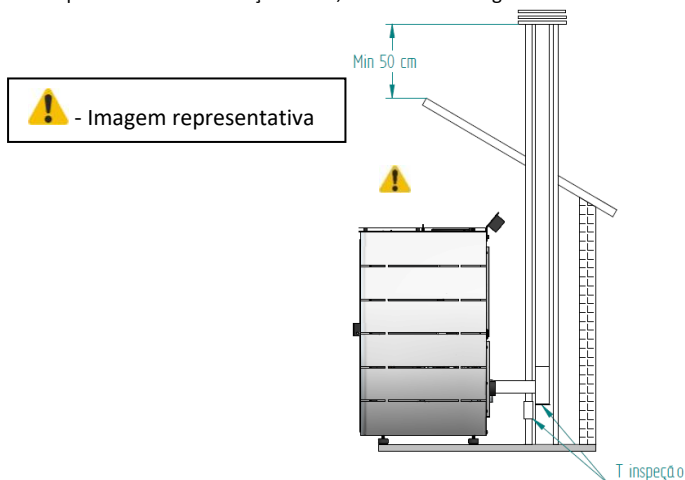

Figura 13 – Vista lateral do sistema com chaminé, com exemplo do ponto de inspeção
- Como mostra a Figura 13, a instalação da salamandra a *pellets* traz o tubo de exaustão diretamente para a chaminé. Se a chaminé for muito grande, recomenda-se entubar a saída de fumos com um tubo de diâmetro interno mínimo de 80 mm. Coloque um "T" na parte inferior da tubulação para inspeções periódicas e manutenção anual, como mostra a figura abaixo.